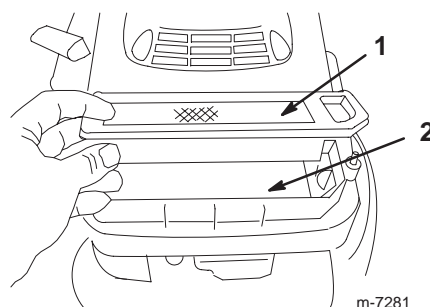

Figure 25
5. Retire el filtro de aire y deséchelo (Fig. 25).